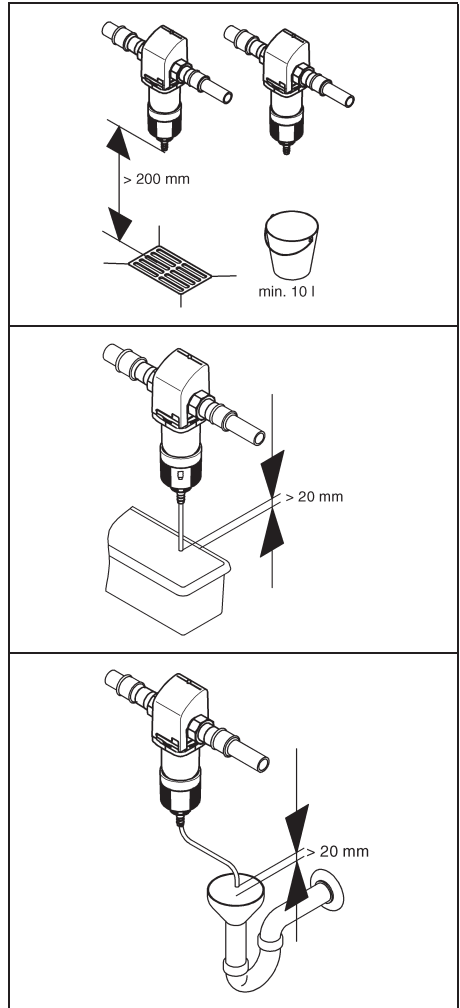

Fig. 4: Opções de descarga de água de contra-lavagem
Uma ligação de água residual devidamente dimensionada (e.g. drenagem do chão) conforme a norma DIN 1986 deverá estar disponível para a água de contra-lavagem. Se não existir nenhuma ligação de água residual, poderá usar-se um balde devidamente dimensionado (ver fig. 4).
- Quando balde está meio cheio, o processo de contra-lavagem deverá ser parado. Caso contrário, é possível que o balde transborde. Assim sendo, o balde deverá estar devidamente dimensionado (ver fig. 4) e a contra-lavagem deverá ser realizada rapidamente.